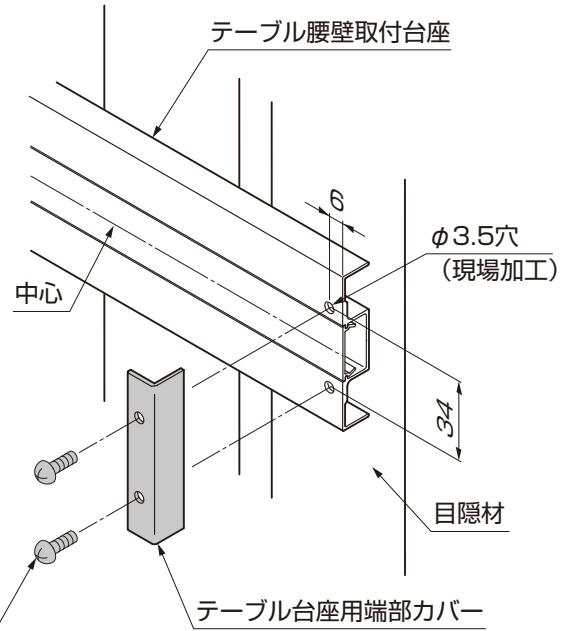

図2-5
②テーブル腰壁取付台座に $\phi 3.5$ の下穴をあけ、テーブル台座用端部カバーを【43-1】で取付けてください。(図2-5参照)